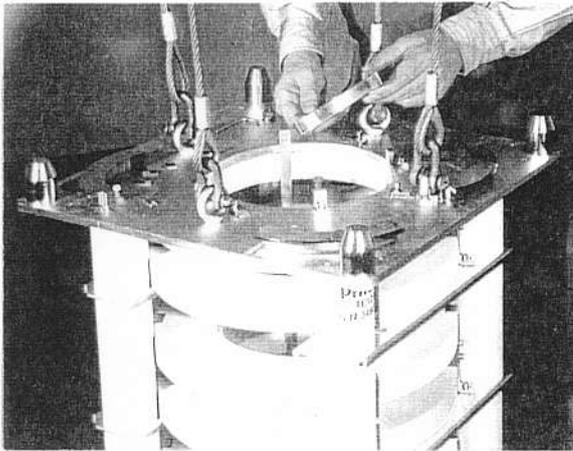

Abb. 35. Demontage der Polschuhe des Magnetgestells
- a) Die Polschuhe des Magnetgestells werden ausgebaut und das Magnetgestell mit dem Hebegeschirr TE 1208 angeschlagen (Abb. 35.)